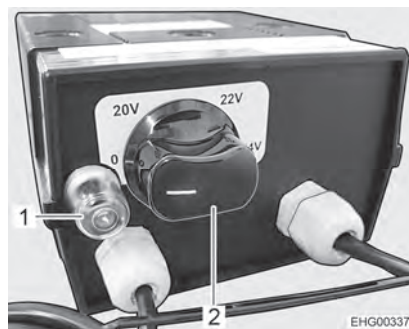

Bild 126 Reglage för elektrisk golvvärme
- Ställ vridregulatorn (Bild 126,2) på önskad värmeeffekt.
**Slå från:** ■ Ställ vridregulatorn (Bild 126,2) på "0".
Om regulatorn överbelastas aktiveras överbelastningsskyddet. Stiftet (Bild 126,1) skjuts ut.
**Slå på överbelastningsskyddet:** ■ Tryck in stiftet (Bild 126,1) på överbelastningsskyddet igen när regulatorn har svalnat.